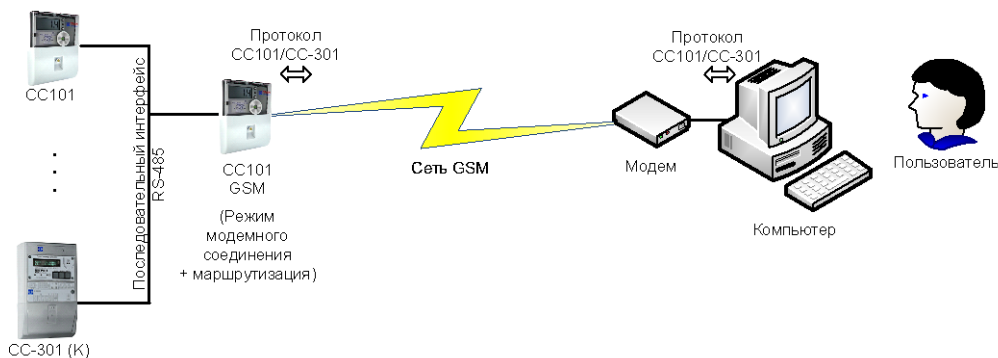

Рисунок 2.11. Считывание показаний и управление счетчиками по модемному соединению
2.11 Пользователь выбирает и считывает показания нескольких счетчиков на компьютер, подключенный к прибору с GSM-модемом через модемное соединение (Рисунок 2.11). В этом варианте основной последовательный интерфейс RS-485 подключен к магистрали с дополнительными приборами, а модуль расширения «GSM/GPRS контроллер» внутри счетчика работает в режиме модемного соединения и маршрутизации на основной интерфейс. Максимально допустимое расстояние до приборов ограничено только наличием доступа компьютера пользователя и счетчика с GSM-модемом к сети оператора связи GSM. В программе на компьютере можно осуществлять выбор, автоматическое считывание и сохранение показаний в базе данных, формирование отчетов, управление счетчиками и т.д.